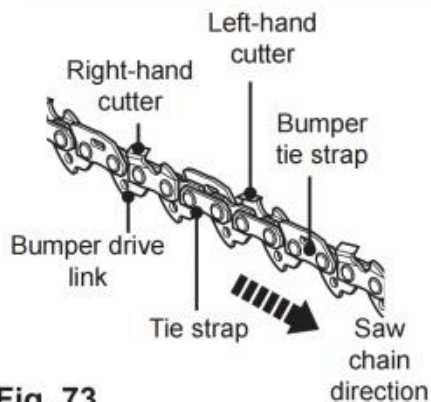

Fig. 73
2. Höjdskillnaden mellan tand ochnock är skärningen djup. När du slipar sågkedjan (C12) måste du tänka på följande punkter (Fig. 73).